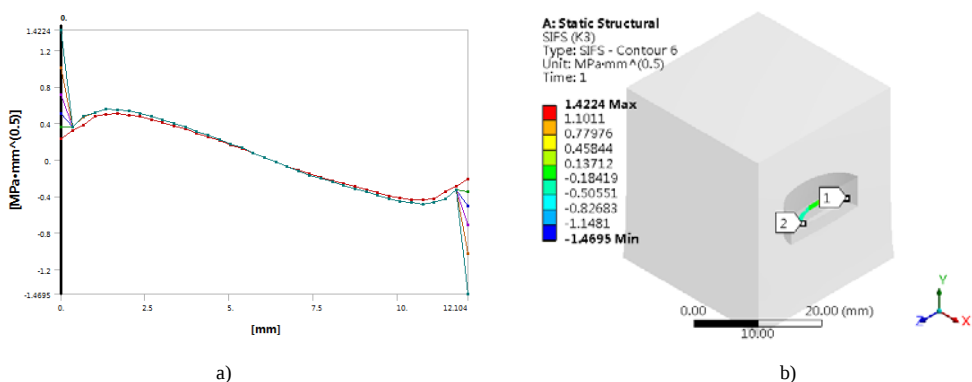

图 19-20 SIFS (K3) 结果
11) 右击“Insert”→“SIFS (K3)”对象，在弹出的快捷菜单中选择“Evaluate All Results”，此时进行求解，求解后得到的 SIFS (K3) 结果如图 19-20 所示。